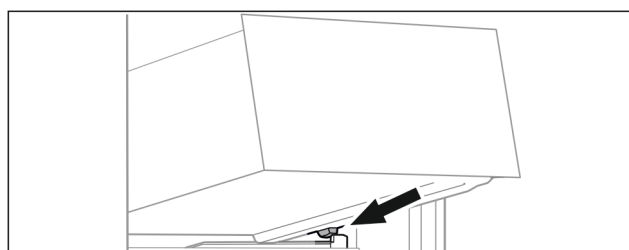

Fig. 167
- Applicare il cassetto inclinandolo dietro i fermi sulla nervatura del contenitore. (vedere Fig. 167)